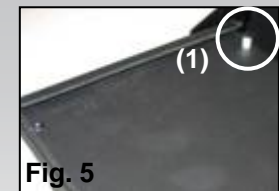
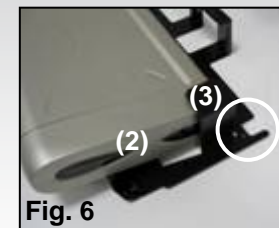

Fig. 5
Fig. 6
- 1) Ouvrez la mallette DataBox Allround XL Trolley et la tablette pour l'imprimante. Deux fixations sont situées des 2 côtés à l'arrière de la tablette (Figure 5 (1)). Ces fixations permettent d'installer le support «Quick-Fix».
- 2) Insérez d'abord l'imprimante dans le système «QuickFix» (Figure 6 (2)). Vérifiez que l'imprimante est solidement fixée dans le support. Ensuite, insérez le système avec l'imprimante sur les supports de la tablette (Figure 5 (1)). Pour ce faire, insérez les encoches du système «QuickFix» (Figure 6 (3)) dans les supports de la tablette jusqu'au taquet!
Placez toujours l'ordinateur dans le compartiment central de la mallette DataBox Allround XL Trolley entre les parois de séparation (Figure 6 (1)) et la face avant vers le bas pour que l'arrière (face de raccordement) soit tourné vers le haut. Vous éviterez ainsi d'endommager les câbles et les fiches.
Le compartiment des blocs d'alimentation est fermé par un cache (Figure 6 (2)) qui protège l'intérieur de la mallette DataBox Allround XL Trolley. Placez les blocs d'alimentation de l'imprimante et de l'ordinateur dans ce compartiment. Faites passer les câbles de raccordement via les orifices situés à gauche et à droite du cache (Figure 6 (3)) entre les blocs d'alimentation et l'ordinateur et l'imprimante. Refermez le compartiment en remplaçant le cache. Refermez les fiches des blocs d'alimentation sur deux des trois câbles situés à l'intérieur de la mallette DataBox Allround XL Trolley. (Le troisième câble ne sera pas utilisé).